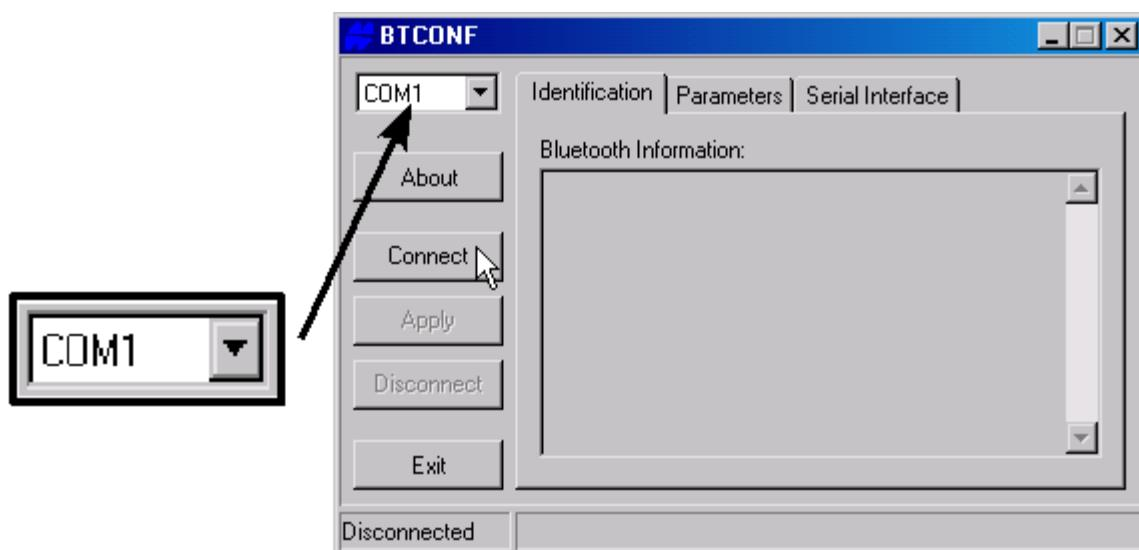

Рисунок 2-31. Выберите порт для связи и щелкните на кнопке Connect (Соединить)
4. Для соединения компьютера и модуля Bluetooth щелкните на кнопке *Connect* (Соединить) (см. рис.2-31).